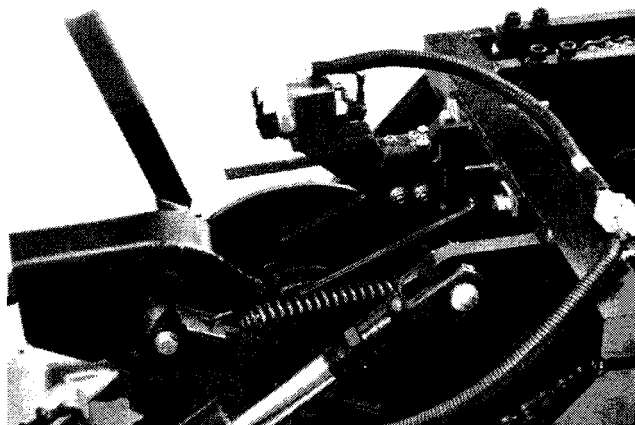

Figure 12
5. Contrôler l'interrupteur de sécurité de la tête d'aération (Fig. 12) à l'aide d'un testeur de continuité ou d'un ohmmètre, et le remplacer s'il est endommagé. Le plongeur de l'interrupteur doit être enfoncé lorsque la tête d'aération est en position relevée.
- D. Desserrer le contre-écrou de la vis de réglage et les 2 écrous à collerette (Fig. 12).